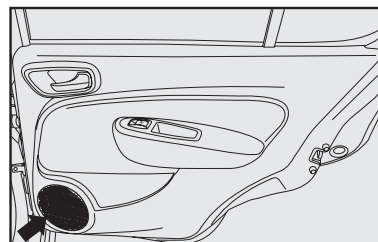

fig. 111
- dos altoparlantes full-range traseros de 5" con 20 W RMS de potencia **fig. 111**.